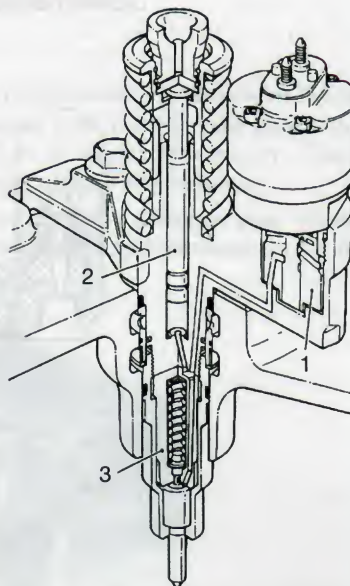

Figure 79.1. Parties principales d'un injecteur-pompe Delphi-Diesel sur moteur Volvo
- le circuit haute pression (fig. 79.1), avec différentes technologies et types de commandes selon chaque constructeur.
- la partie « pompe » (2) (mise en pression du carburant), avec cylindre et piston, correspondant à l'élément d'une pompe en ligne traditionnelle (fig. 79.1) ;
- la partie « vanne de commande » (1) de carburant, à commande électromagnétique (fig. 79.1 et 79.2).